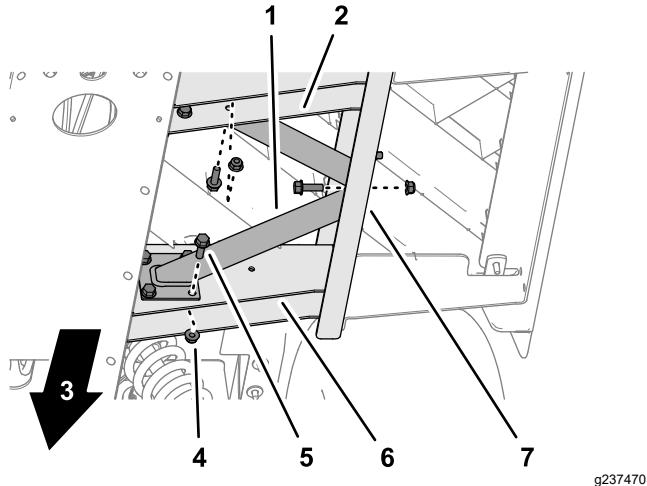

图 19
- 将底板梁中的孔与您在侧机架槽和底板槽中钻出的孔对齐图 19。
- 如图 19 所示用 10 个凸缘头螺栓 5/16 x 1 英寸和 10 个凸缘锁紧螺母 5/16 英寸将底板梁安装到侧机架槽和底板槽上。